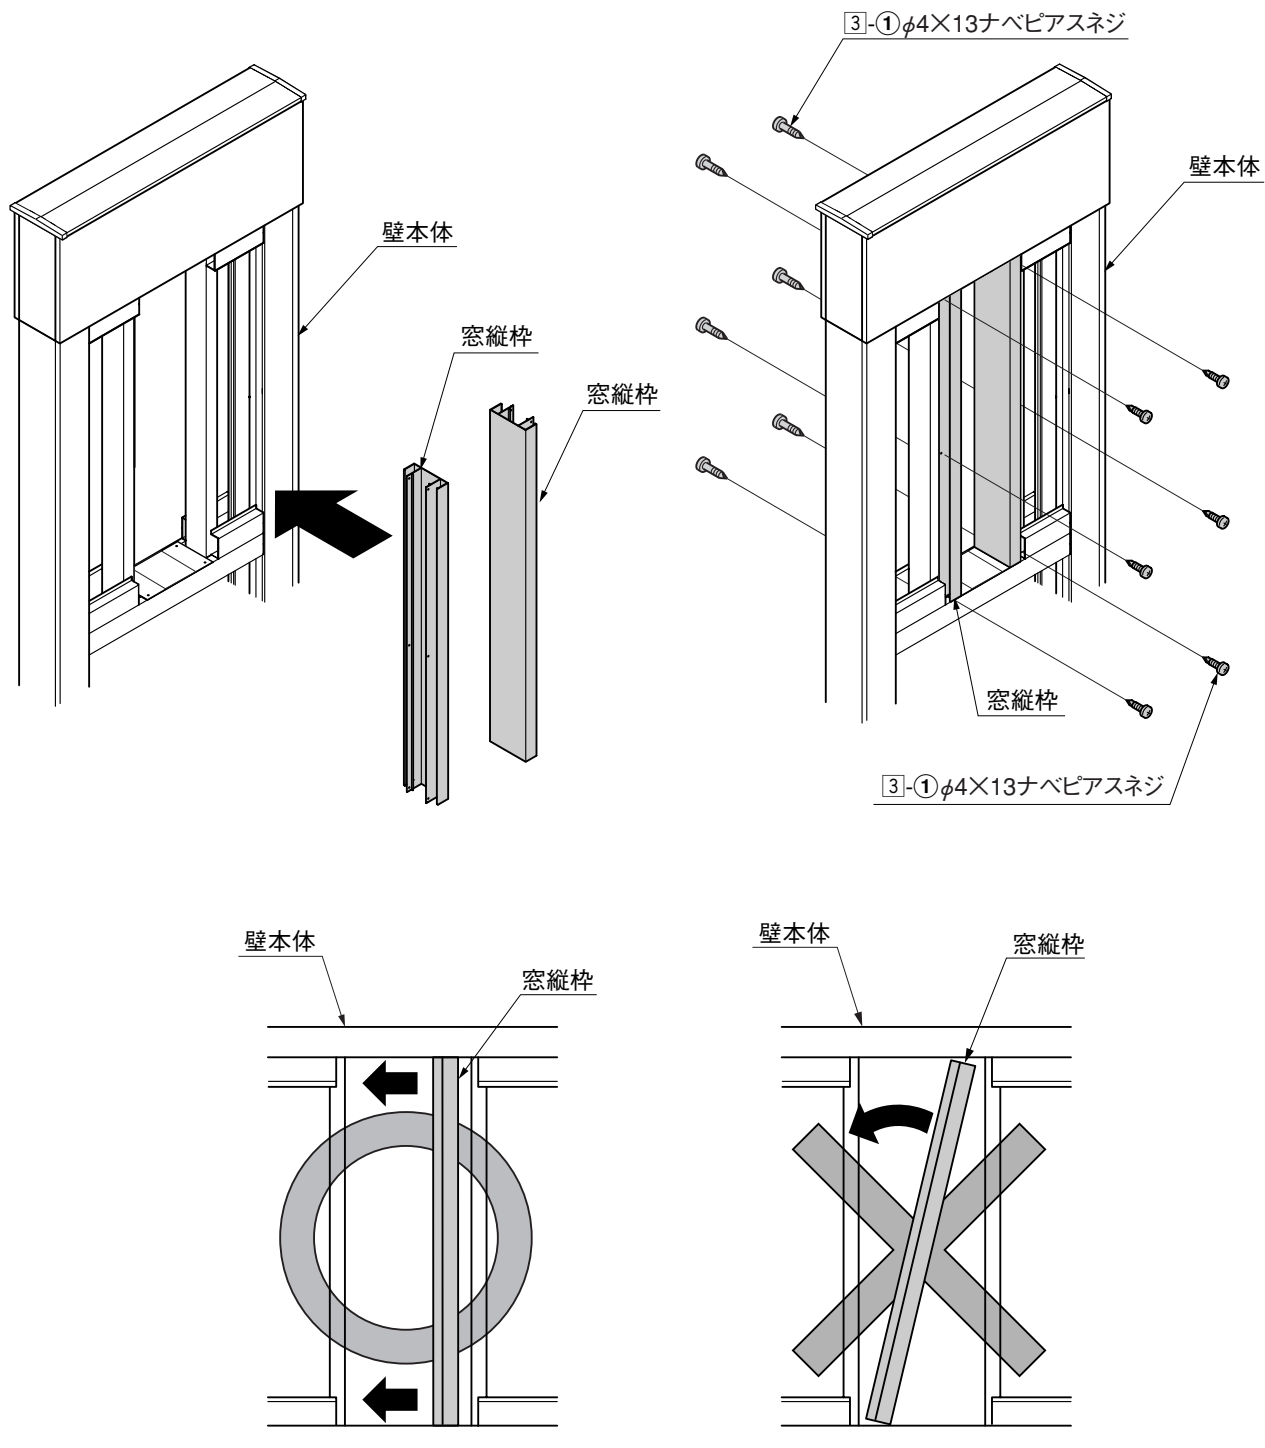

図15-2
- 窓縦枠は、窓縦枠を傷つけないように平行に動かして、入れてください。(図15-2参照)